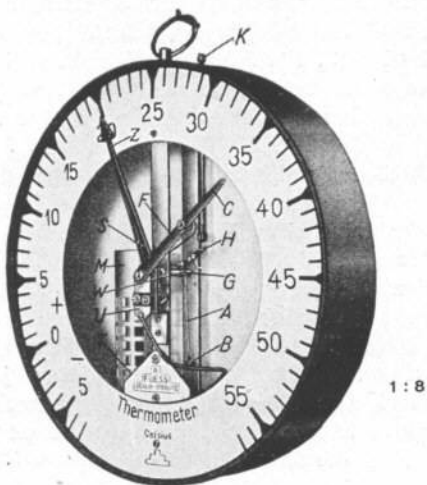

Bild 2
a) Goliath-Thermometer (siehe Bild 2)